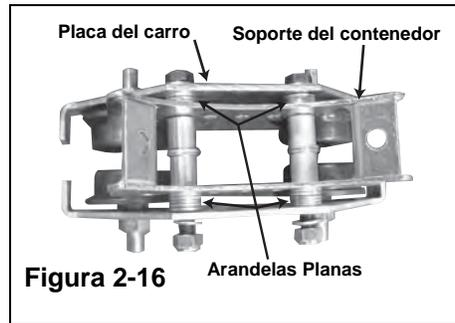

Figura 2-16
El carro en viga "I" puede ajustarse en función de los distintos anchos de viga "I" colocando el mismo número de arandelas planas en ambos costados entre la placa del carro y el soporte del contenedor (consulte la Figura 2-16 más adelante).
- Paso 1. Deslice dos pernos con arandelas en los orificios inferiores de la placa del carro. (Consulte la Figura 2-16)